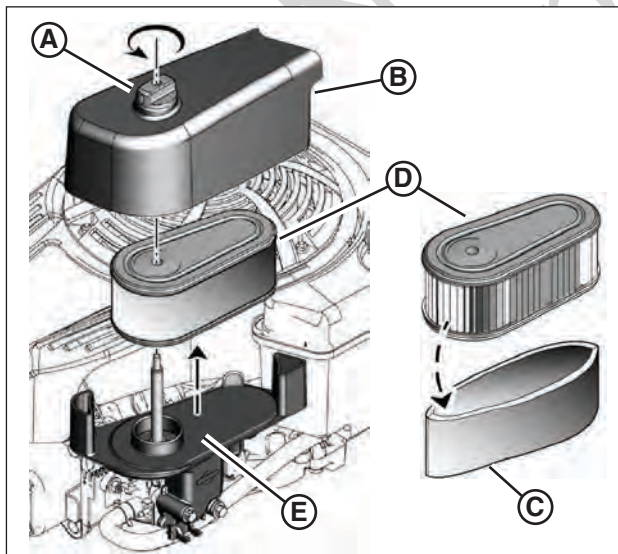

Figure 24: Filtre à air (ovale)
1. Retirer l'attache (A, Figure 24) et la protection du filtre à air (B).
2. Retirer le dépoussiéreur (C), si la machine en est équipée, et le filtre (D).
6. Installer le filtre et le dépoussiéreur dans la base (E). S'assurer que le filtre et bien insérer bien dans la base.